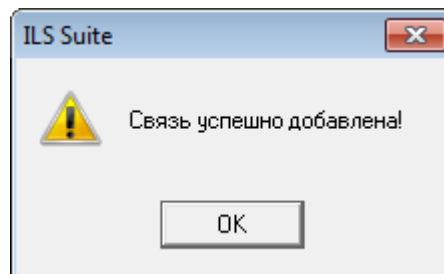

Рис. 13-523 – Связь бюллетеня с экземпляром ВС добавлена
- 2) Выбрать бюллетень в рабочем окне «Бюллетени» (1 на рис. 13-523). Для выбора нескольких бюллетеней используются клавиши CTRL и SHIFT.
3) Удерживая нажатой левую кнопку мыши, переместить выделенный бюллетень на нужный экземпляр ВС в рабочем окне «Экземпляры». При этом необходимо добиться, чтобы этот экземпляр ВС был выделен в колонке «Структура» стрелками ► и ◀ (2 на рис. 13-523). Отпустить кнопку мыши.